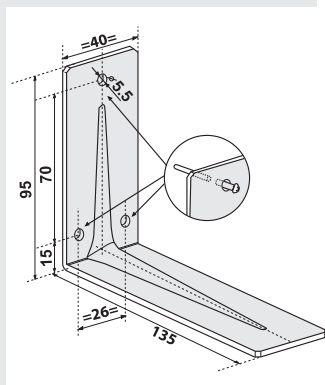

figure 3
- En passant le crayon à travers l'ouverture en bas de l'appareil, marquez le centre des trois trous de 5,5 diamètre situés sur le petit côté de l'équerre placée contre le mur (figure 3).